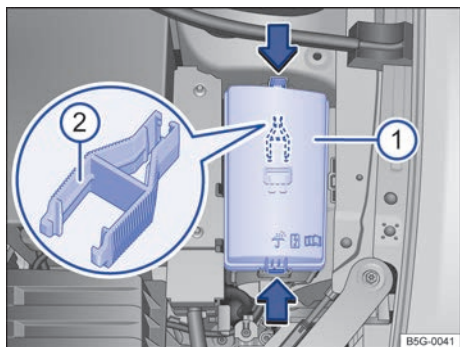

Fig. 282 En el vano motor: cubierta ① de la caja de fusibles con pinzas de plástico ②.
- Para desbloquear la cubierta de la caja de fusibles, presione las teclas de bloqueo en el sentido que indican las flechas → fig. 282 ①.
En el lado interior de la cubierta de la caja de fusibles del vano motor podría haber unas pinzas de plástico → fig. 282 ② para extraer fusibles.